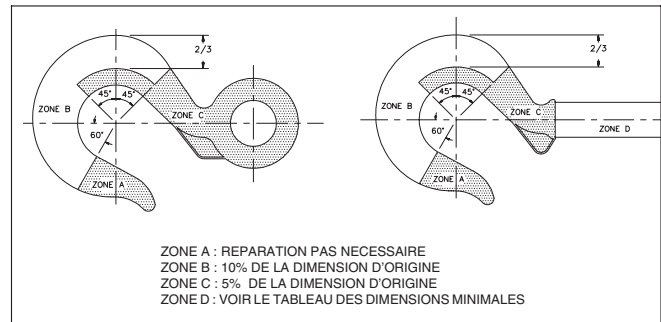

Figure 1
- Ne jamais utiliser un crochet dont le degré d'usure dépasse les cotes données en figure 1.
- Retirer de la circulation les crochets qui sont fissurés, entaillés ou endommagés. Pour réparer ces crochets, on doit les meuler dans le sens de la longueur et en suivant les contours du crochet. Une fois meulés, les dimensions des crochets doivent être comprises dans les cotes données en figure 1.